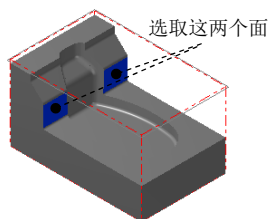

图 3.18 选取干涉面
(2) 单击 **检测** 区域中的 按钮, 选取图 3.18 所示的面为干涉面, 然后按 **Enter** 键。
(3) 单击“刀具路径的曲面选取”对话框中的 按钮, 系统弹出“曲面精加工平行铣削”对话框。